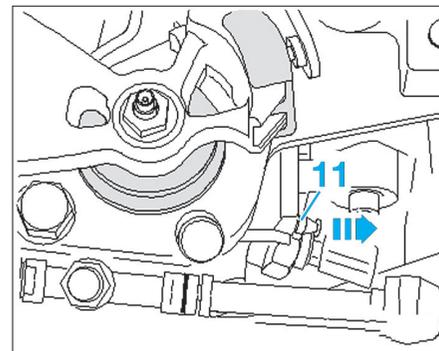

Fig. 41
- Replacer le pivot d'arrêt (10) en position initiale (sens de la flèche).
- Le pivot d'arrêt (11) doit être extrait hors du boîtier de commande des vitesses jusqu'en butée (Fig.41).